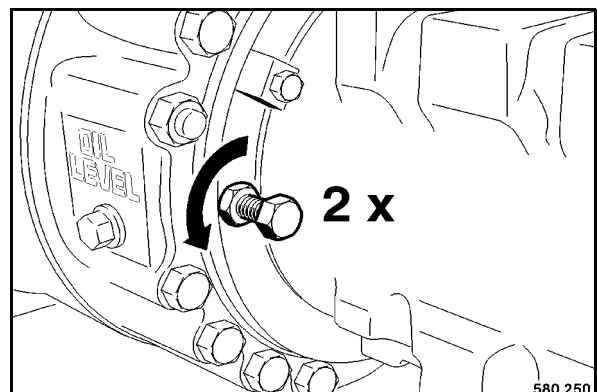

fig. 113
- Dévisser les vis de desserrage du frein (fig. 113) de deux tours et les bloquer avec les contre-écrous.